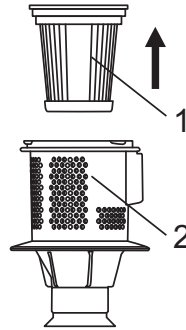

Fig. 6
hippa's kunnen in water worden gewassen), reinig of was het filter (2) en droog het na het wassen voordat u het in de stofbeker plaatst voor gebruik Fig. 6.